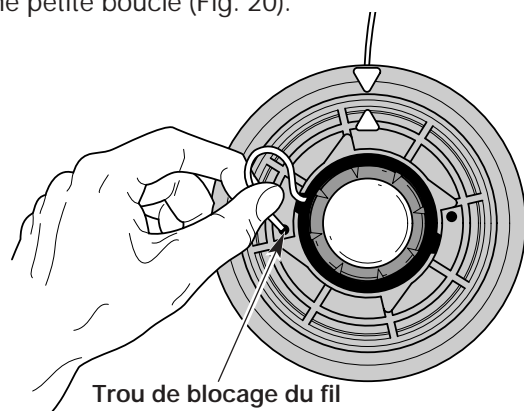

Fig. 20
5. Insérez le fil dans le trou de blocage (Fig. 20). N'enfoncez pas le fil de plus de 12,7 mm (1/2 po) dans le trou. S'il est inséré correctement, le fil forme une petite boucle (Fig. 20).